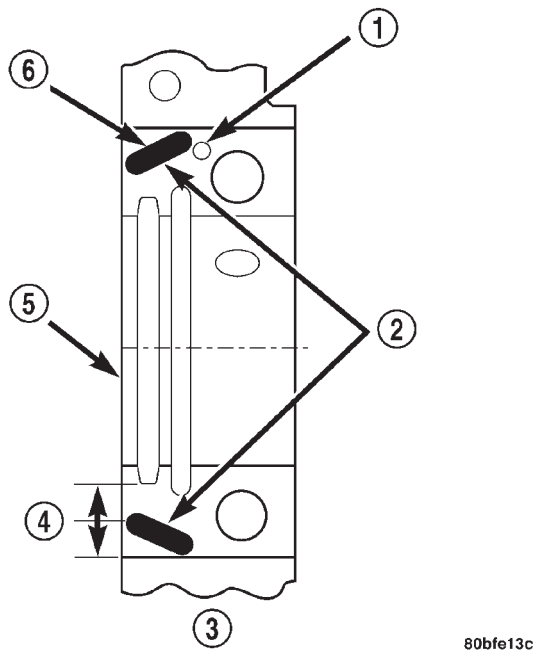

Abb. 66 Mit Dichtmittel zu versehende Stellen
(4) Mopar®-Gasket Maker (Dichtungspaste) am hinteren Hauptdeckel auf beide Seiten des Zylinderblocks auftragen (Abb. 66). Die Dichtungspaste sollte einen Durchmesser von 3 mm (0.125 Zoll) haben.
(5) Mopar®-Gasket Maker (Dichtungsmasse) auf den hinteren Hauptlagerdeckel auftragen. Die Dichtungspaste sollte einen Durchmesser von 2,3 mm (0,09 Zoll) haben. Dichtungspaste KEINESWEGS auf die Dichtlippe auftragen.